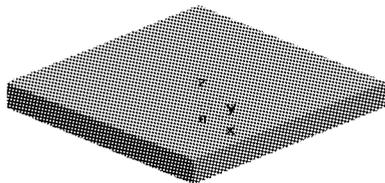

图 1-1-8 底座实体造型
③ 在【深度】文本框中输入“10”,单击【确定】按钮,在绘图区中出现实体造型,如图 1-1-8 所示。